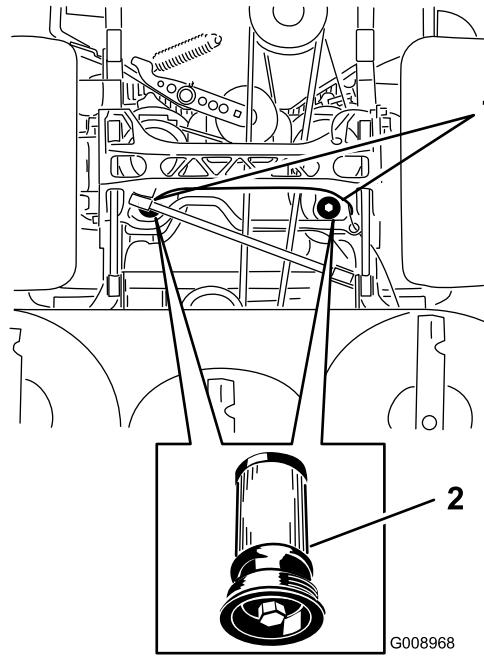

Figura 103
5. Coloque un recipiente debajo del filtro, retire el filtro usado y límpie la superficie (Figura 103).
- 6. Aplique una capa fina de fluido hidráulico a la junta de goma del filtro nuevo (Figura 103).